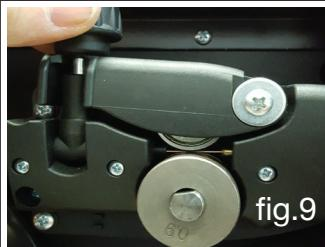

fig.9
- Stäng trådmatararmen. Var uppmärksam på tråden som ska vara i linje med rullens spår (fig.9).